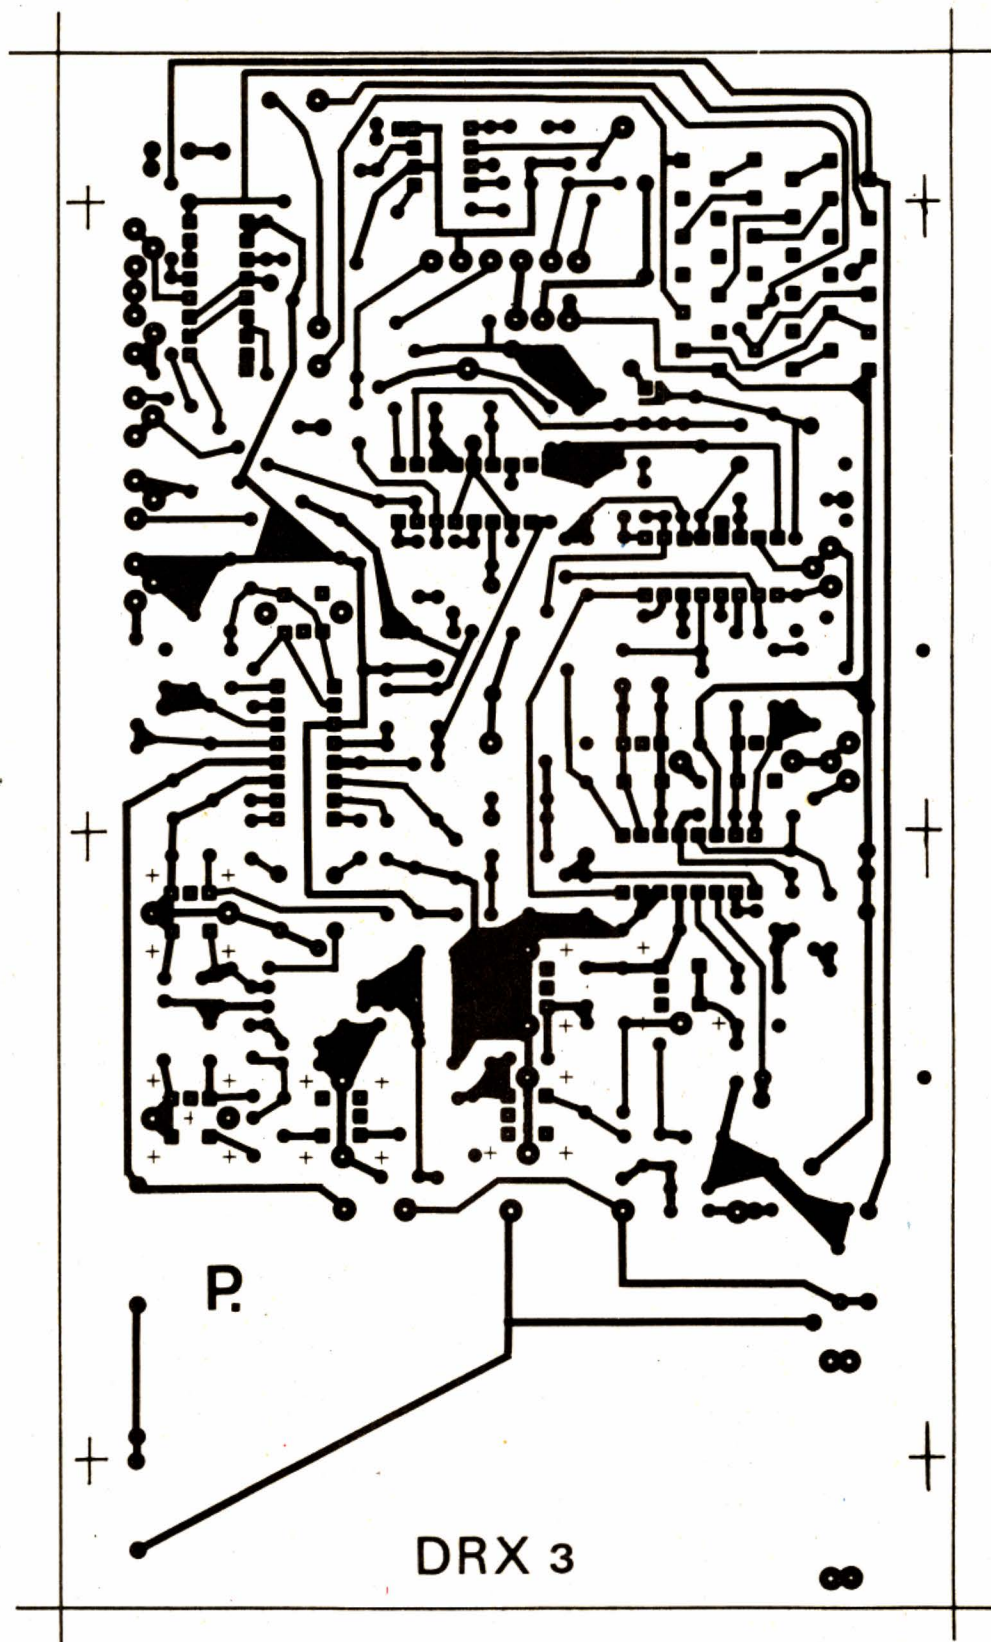
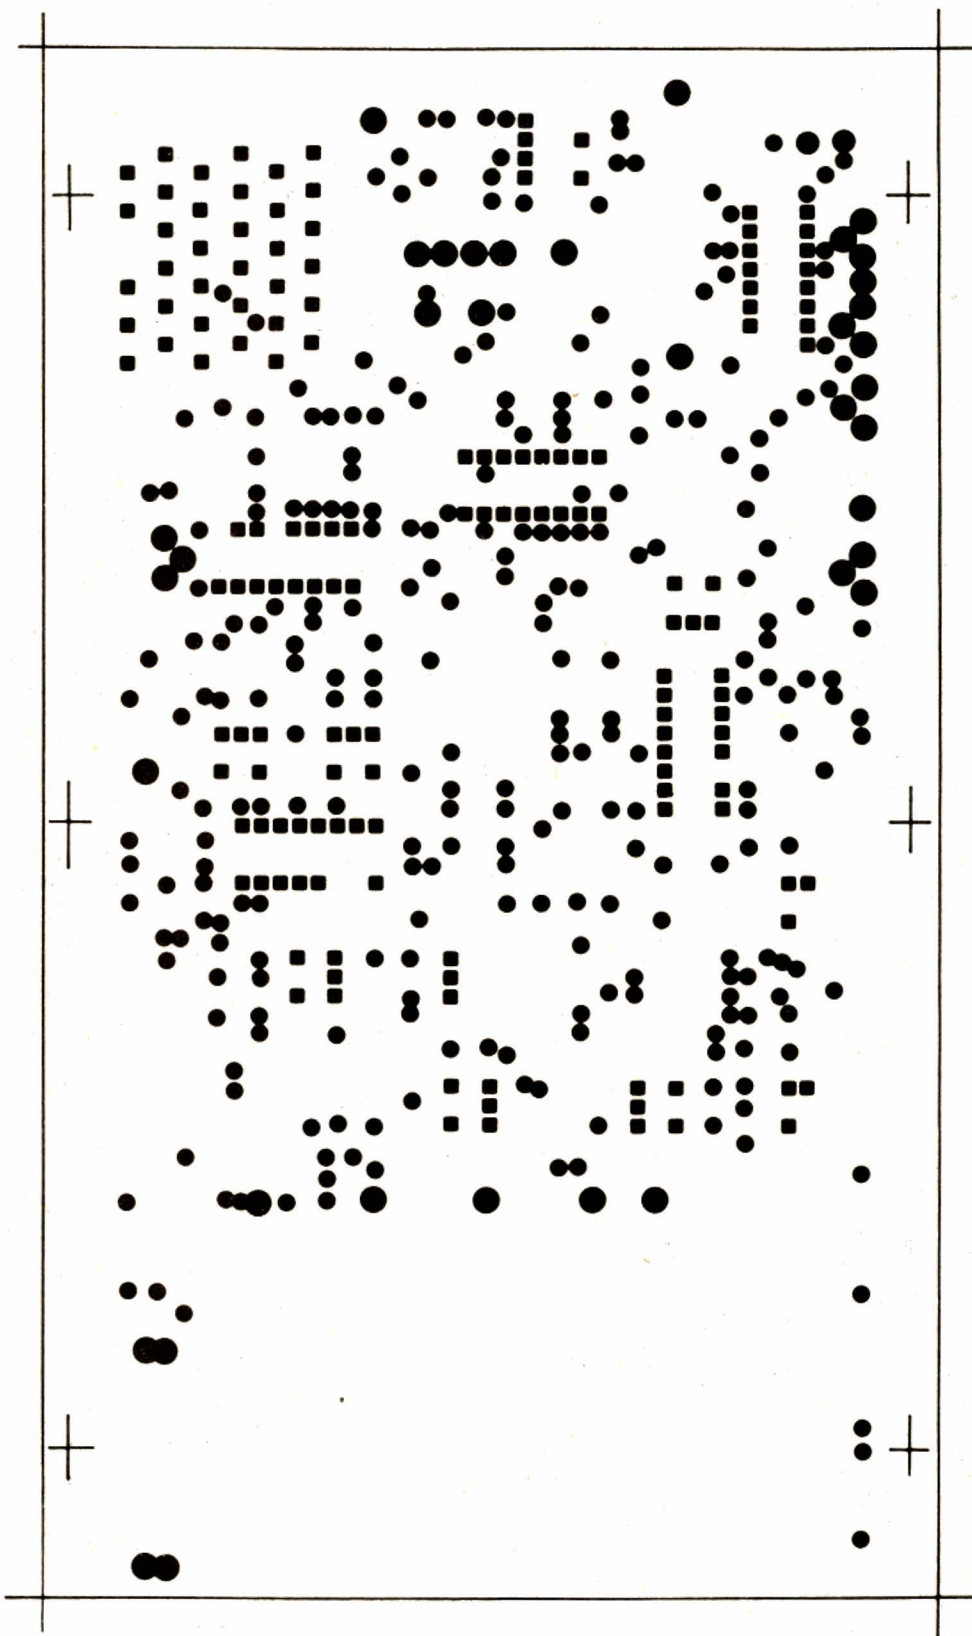

Fig. 7. - Le circuit imprimé principal.
Fig. 8. — Plan de masse de P.
a) Le circuit principal P est un double face avec plan de masse, côté composants. La figure 7 donne le tracé des pistes du verso. La figure 8 donne la disposition du plan de masse recto. On notera le tracé clair du circuit malgré la densité du schéma et sa complexité. Les liaisons sont toujours courtes et il n'existe aucun passage acrobatique. Le nombre des straps est pourtant faible, comme on le verra plus tard. La figure 8 permet évidemment un tirage photographique direct du plan de masse avec dégagement automatique des passages à isoler de la masse. Cependant une grande précision dans le tirage doit être respectée pour une coïncidence correcte des deux faces du
Cl. Une solution plus simple pour l'amateur consiste à se servir de la figure 8, non pas pour le tirage, mais simplement pour la localisation des trous à détourer. L'opération de détourage se faisant avec un foret à métaux de 3 mm ou mieux avec une fraise à pivots d'horloger.